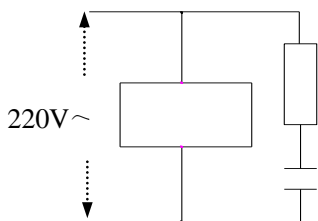
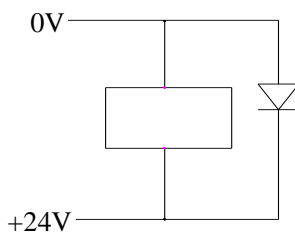
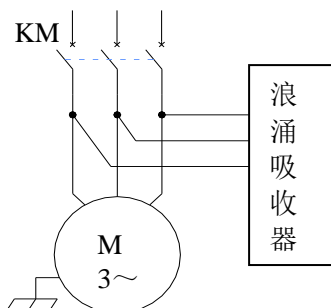

图 1-2
图 1-3
图 1-4
- 3、抑制干扰：在交流线圈两端并联 RC 回路(如图 1-2)，RC 回路安装时要尽可能靠近感性负载；在直流线圈的两端反向并联续流二极管（如图 1-3）；在交流电机的绕组端并接浪涌吸收器（如图 1-4）。